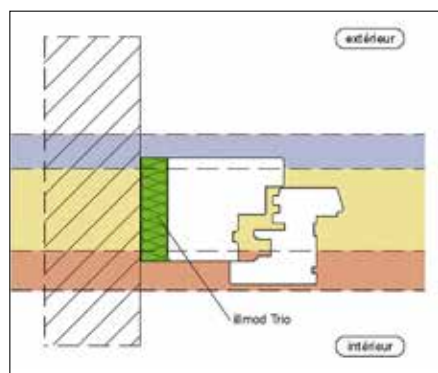

Figure 6
**Exemples d'application d'illmod Trio** (voir figures 6 à 15)